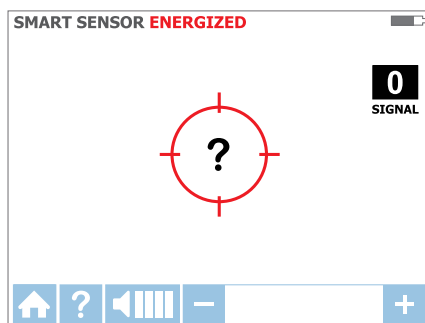

Figure 3.1c
3. Tenez le récepteur avec le capteur intelligent à l'arrière de l'unité orientée vers la zone cible. Si un « ? » dans une cible rouge clignote à l'écran, aucun signal n'est détecté. Approchez le capteur intelligent de la zone cible jusqu'à ce que le signal soit détecté et que vous visualisiez une flèche directionnelle. Si aucun signal n'est détecté, augmentez la sensibilité à l'aide du bouton « + » du récepteur. (voir Figure 3.1c)*